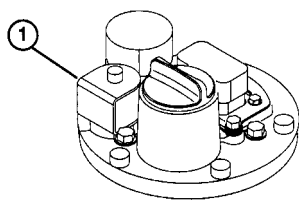

Bild 23
- Die Lampe „Ventilkreis offen“ blinkt: Kontrollieren/ersetzen Sie das Magnetventil (Bild 23) oder dessen Verdrahtung.
- Die Lampe „Ventil im Kurzschluß“ blinkt: Kontrollieren/ersetzen Sie das Magnetventil (Bild 23) oder dessen Verdrahtung.